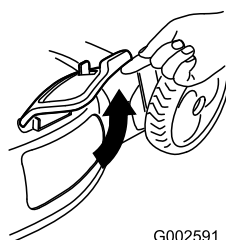

Figura 29
2. Alzate lo sportello di scarico laterale per aprirlo (Figura 29).